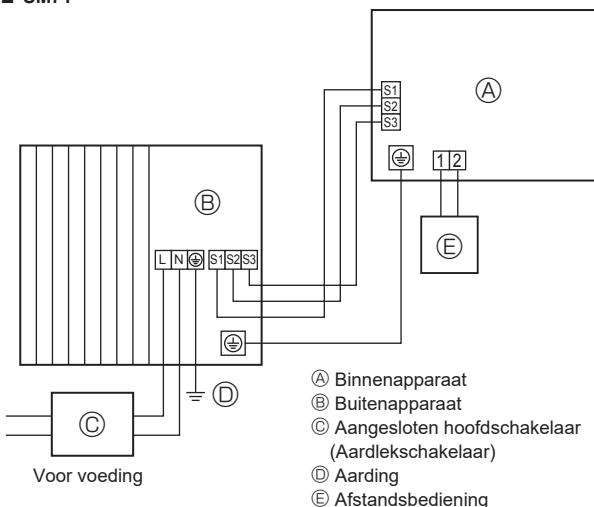
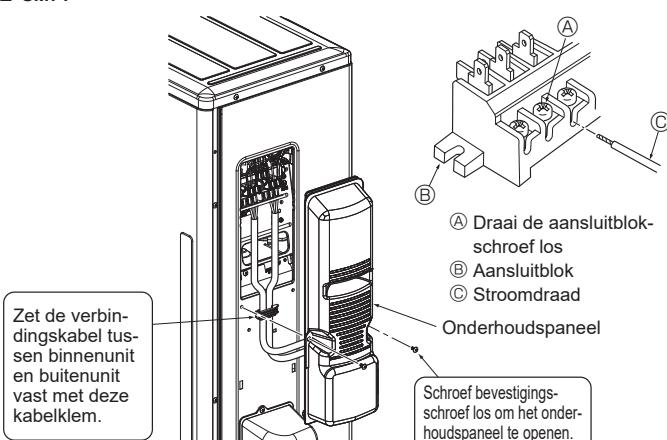

Fig. 6-1
Fig. 6-3
6.1. Buitenunit (Fig. 6-1, Fig. 6-2, Fig. 6-3)
- ① Verwijder het onderhoudspaneel.
- ② Sluit de kabels aan volgens Fig. 6-1, Fig. 6-2 en Fig. 6-3.